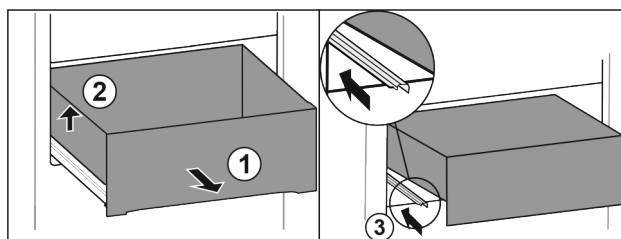

Fig. 89
- ▶ Estrarre il cassetto fino all'arresto. Fig. 89 (1)
- ▶ Sollevare il cassetto a sinistra. Fig. 89 (2)
- ▶ Inserire la guida sinistra. Fig. 89 (3)